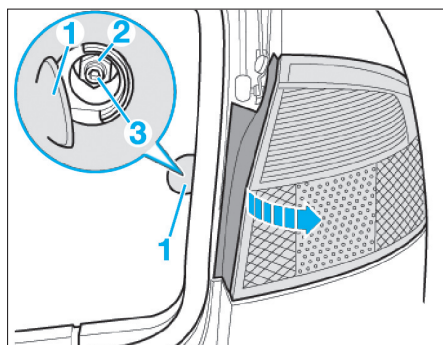

Fig. 60
- Rabattre vers l'avant la zone découpée à l'emporte-pièce (1) du revêtement du coffre à bagages (Fig.60).
- Dévisser la vis (1).